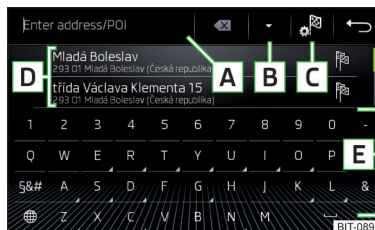
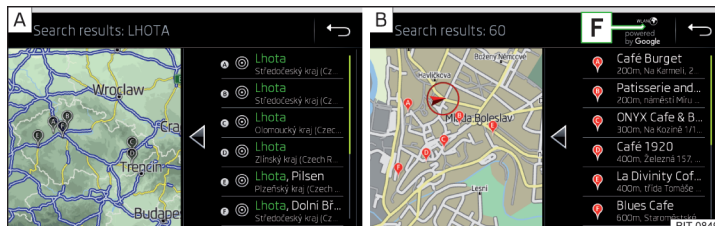

Abb. 216
Abb. 217 Liste der aufgesuchten Ziele: in den Navigationsdaten / online
Funktionsflächen » Abb. 216 und » Abb. 217
Im Bereich **D** » Abb. 216 wird eine Liste der aufgesuchten Ziele angezeigt.
- **oder:** Die Funktionsfläche **B** » Abb. 216 antippen.
- 📍 In den Navigationsdaten aufgesuchte Ziele » Abb. 217 - **A**.
- 📍 Online aufgesuchte Ziele » Abb. 217 - **B**.